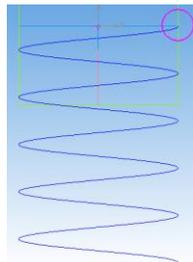

Рис. 5.
4. Эскиз-сечение строится в другой плоскости. В *Дереве построений* выберите плоскость *ZX*, перейдите в *Эскиз* и создайте на конце спирали окружность, радиус которой равен 5 (рис. 5). Зафиксируйте построение. Выйдите из режима эскиза.